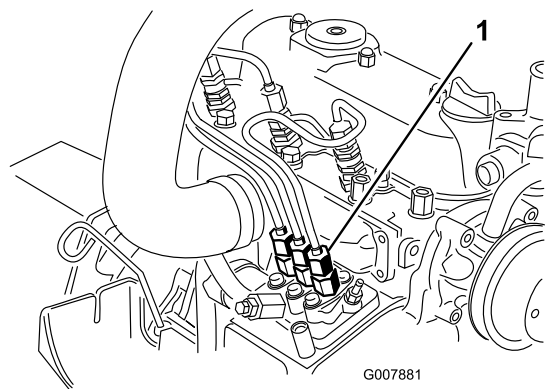

Figure 46
1. Placez un chiffon sous le raccord du tuyau allant de la pompe d'injection à l'injecteur n° 1, comme illustré à la Figure 46.